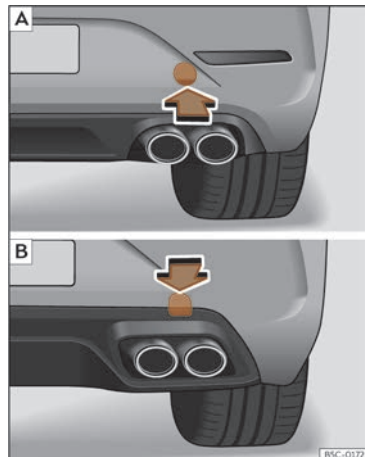

Fig. 208 A la part dreta del para-xocs del darrere: retirar la tapa. **A** Leon Sportstourer; **B** Leon.
L'allotjament de l'argolla de remolc enroscable es troba al costat dret del para-xocs posterior, al darrere d'una tapa >>> **fig. 208**.
- *Leon Sportstourer*: Pressioneu sobre la zona inferior de la tapa >>> **fig. 208 [A]** per desencastar-la.
- *Leon*: Pressioneu sobre la zona superior de la tapa >>> **fig. 208 [B]** per desencastar-la.
- Enrosqueu l'argolla de remolc a l'allotjament girant-la al màxim en el sentit contrari al de les agulles del rellotge >>> **fig. 208**, >>> **fig. 208**. Utilitzeu un objecte adequat amb el qual pugueu enroscar completament i fermentar l'argolla de remolc en el seu allotjament.